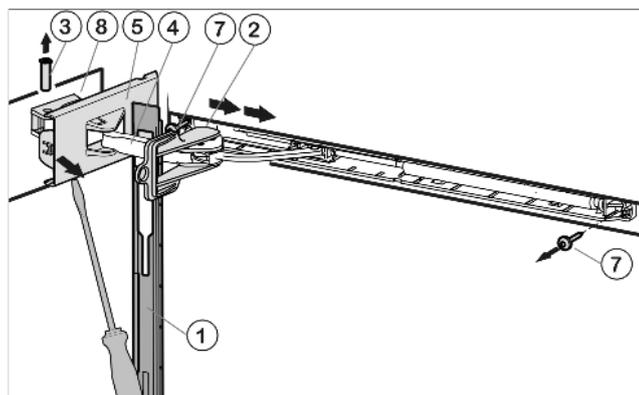

Fig. 5
- ▶ Spingere in avanti il pannello sopra la staffa ammortizzatrice Fig. 5 (4) in direzione dell'apparecchio.
- ▶ Innestare la protezione Fig. 5 (2) in dotazione nell'asola.
- ▶ Staccare la copertura Fig. 5 (5) lato cerniera servendosi di un cacciavite fino al primo bloccaggio.
- ▶ Spingere fuori dal basso il perno Fig. 5 (3).
- ▶ Spingere la staffa ammortizzatrice Fig. 5 (4) verso la porta.
- ▶ Staccare completamente la copertura Fig. 5 (5) lato cerniera e togliere.
- ▶ Togliere il pannello Fig. 5 (1).
- ▶ Svitare l'unità dell'ammortizzatore di chiusura (2 x Torx® 15) Fig. 5 (7).
- ▶ Svitare l'elemento di supporto Fig. 5 (8) e spostarlo ruotato di 180° sul lato opposto. Eventualmente praticare fori a vite o utilizzare un avvitatore a batteria.